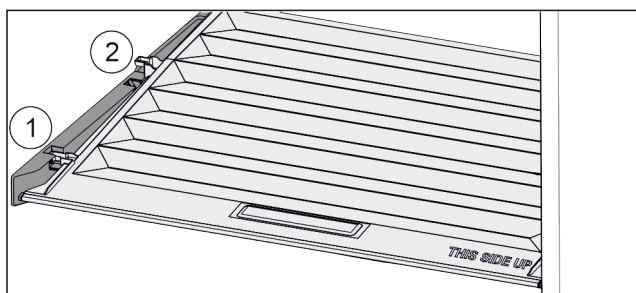

Fig. 73
- ▶ Trekk dekkelet til åpningen i holdedelene fremover Fig. 73 (1).
- ▶ Løft ut nede bak og ta opp og ut Fig. 73 (2).